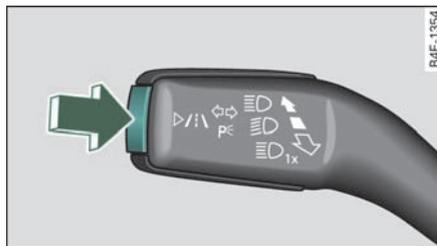

图 146 转向信号灯操纵杆：用于 lane assist 车道保持辅助系统的按钮
- 按压按钮 =>图 146，打开 / 关闭系统。组合仪表中的指示灯 \nearrow/\searrow 亮起或熄灭。